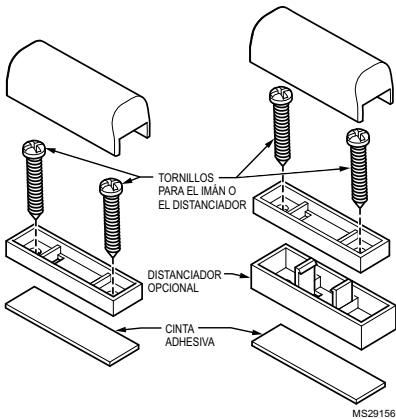

Fig. 10. Opciones de montaje del imán de puerta.
8. Fije el imán a la puerta con los dos tornillos o la cinta adhesiva proporcionada. También se proporciona un distanciador opcional. Consulte la Fig. 10.